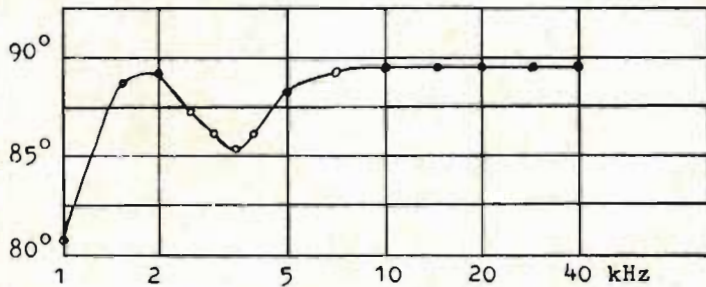

Fig 4. Typisk fasgång.
- Inget delningsfilter fordras. Därmed elimineras fasfelen i övergångsområdet samtidigt som transientåtergivningen inte försämras. Fig 4 visar högtalarens jämna färggång inom arbetsområdet.